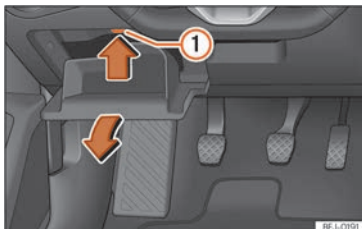

Abb. 49 Auf der Fahrerseite in der Instrumententafel (Linkslenker): Abdeckung des Sicherungskastens.
» **Abb. 49**.
- Rastnase » **Abb. 49** ① in Pfeilrichtung nach oben drücken und gleichzeitig Ablagefach weiter öffnen, bis der Sicherungshalter zugänglich ist.